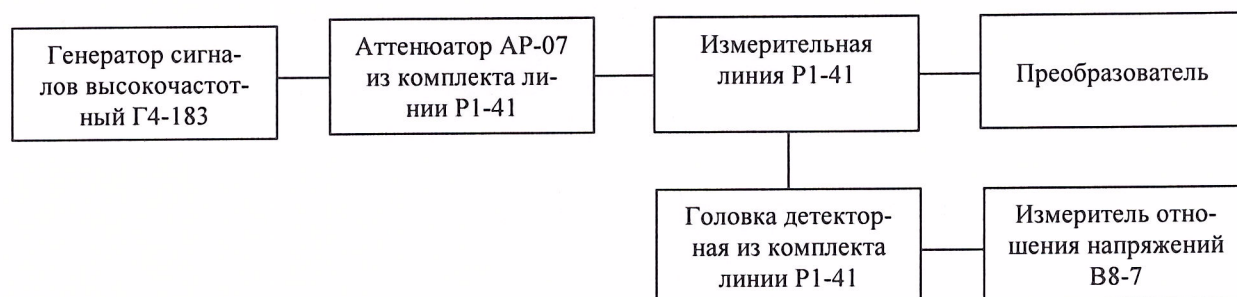

Рис.1
- собрать схему, представленную на рис.1;